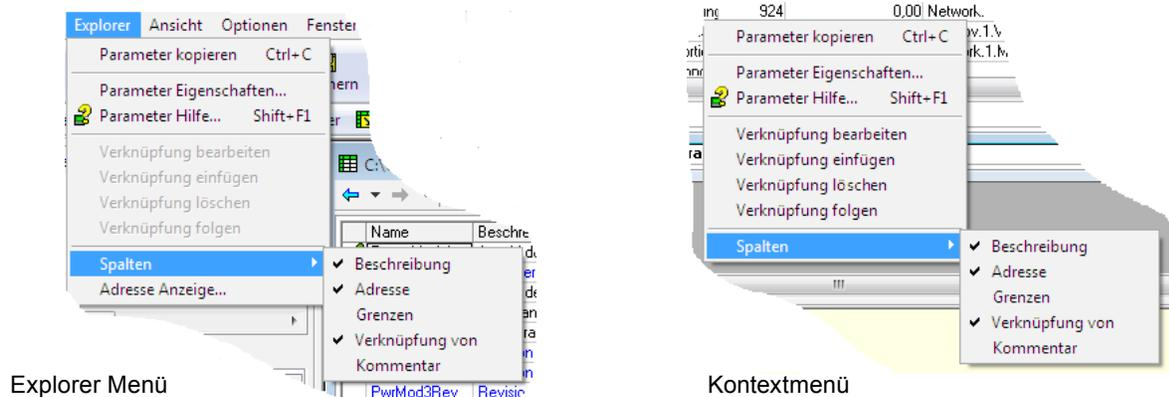

Abbildung 7.4b Spalten anzeigen/entfernen
In der Abbildung sehen Sie das Standardlayout der Tabelle. Über den Eintrag „Spalten“ im Explorer oder die Kontextmenüs (Abbildung 7.4b) können Sie Spalten anzeigen lassen oder entfernen.
2. Spalten. Das Standardfenster des Explorer (Abbildung 7.4a) enthält die Spalten „Name“, „Beschreibung“, „Adresse“, „Wert“ und „Verknüpfung von“. Wie Sie in Abbildung 7.4b sehen, können Sie die anzuzeigenden Spalten über das „Explorer“ Menü oder das Kontextmenü auswählen. Für das obige Beispiel wurden die „Grenzen“ aktiviert.
| Spalten | Hier können Sie eine Reihe von Spalten der Parametertabelle aktivieren/deaktivieren (Abbildung 7.4b). |